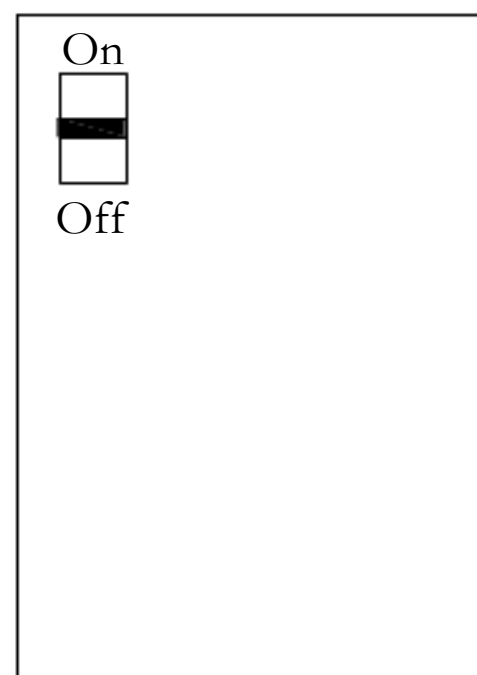

图 2-1 电源总开关
(1) 打开电源总开关。此开关在电控箱中，打开电控箱，可看见如图 2-1 所示：On——开；Off——关。（非隔爆用）